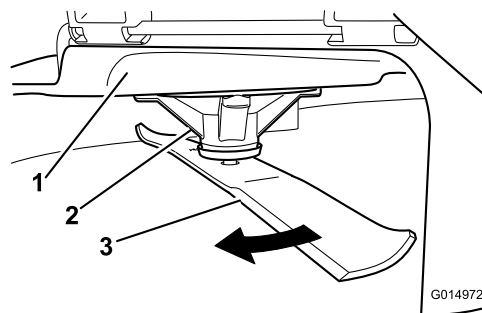

Figure 42
2. Enfilez des gants épais ou utilisez une autre protection adéquate pour les mains, et faites tourner la lame lentement jusqu'à une position permettant de mesurer correctement la distance entre le tranchant et la surface plane sur laquelle se trouve la machine (Figure 42).